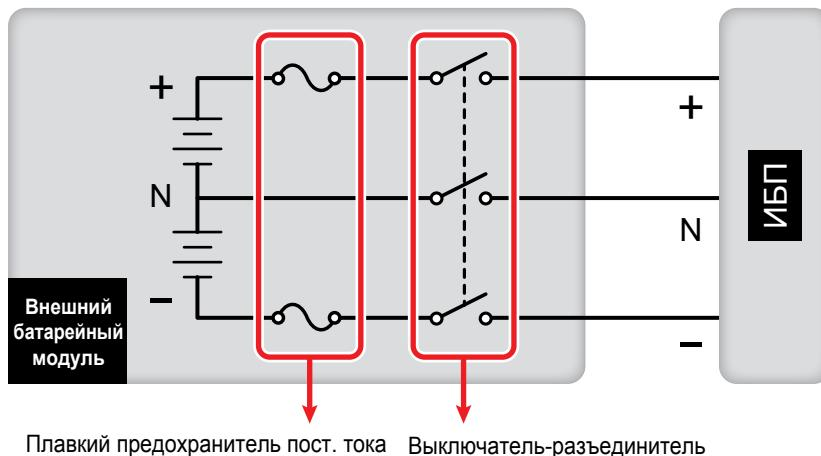
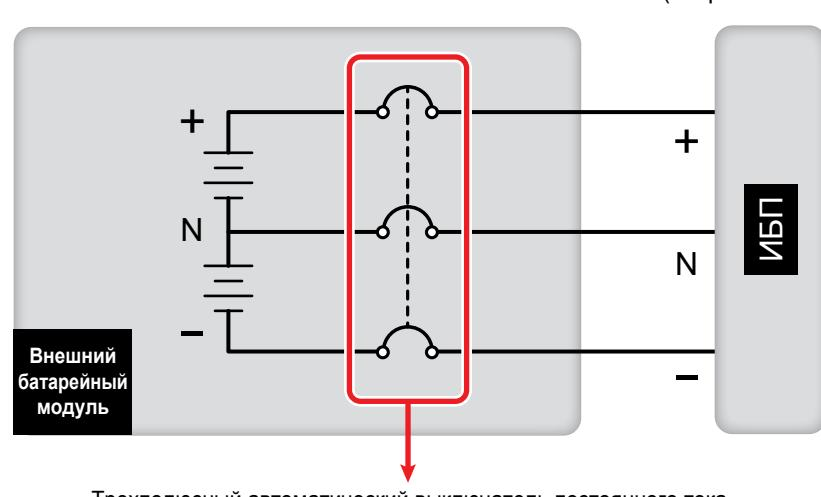

Рис. 6-18. Установка выключателя-разъединителя последовательно с плавким предохранителем постоянного тока
Рис. 6-20. Установка трехполюсного автоматического выключателя постоянного тока
- Устройство защиты внешнего батарейного модуля выбирается квалифицированным сервисным специалистом. Таким устройством может быть выключатель-разъединитель, включенный последовательно с плавким предохранителем постоянного тока, или автоматический выключатель переменного тока; см. **Таблицу 6-2.** При выборе устройства защиты внешнего батарейного модуля следует руководствоваться следующими факторами: (1) значение тока перегрузки между ИБП и цепью батарей, (2) значение тока короткого замыкания, (3) материал жилы кабеля, (4) требования местных ПУЭ. По вопросам установки устройства защиты внешнего батарейного модуля вы можете обратиться в сервисную службу Delta. Схемы подключения устройства защиты внешнего батарейного модуля показаны на *Рис. 6-18 ~ Рис. 6-20*.